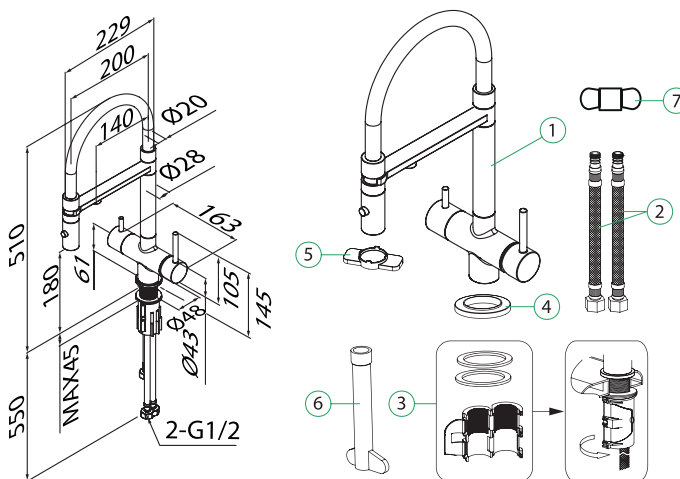

Рис. 1
3. Закрепите смеситель на рабочей поверхности, используя входящий в комплект набор крепежа (рис. 1, деталь 3).